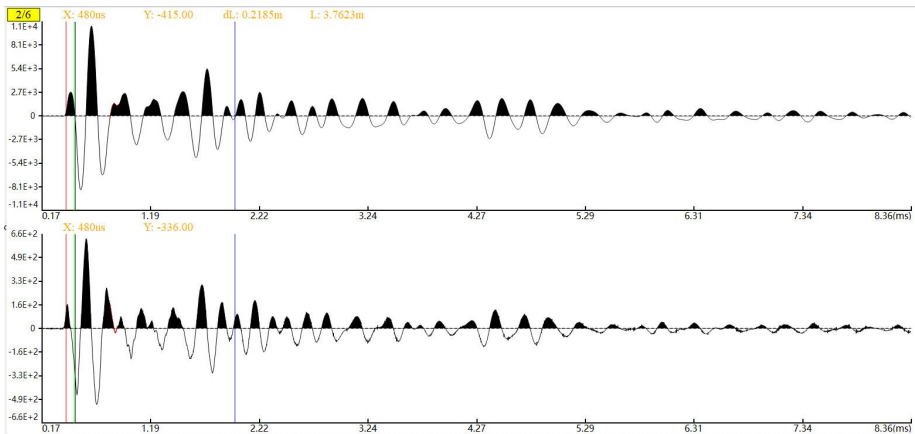

图 3-12 微分
- 微分：对需分析的波形进行微分操作，并显示在分析视图的第二块区域，变化如图 3-12 所示，快捷键为 ∇ 。若该功能被选中，则对基于微分后的数据进行后续分析，可取消选中。